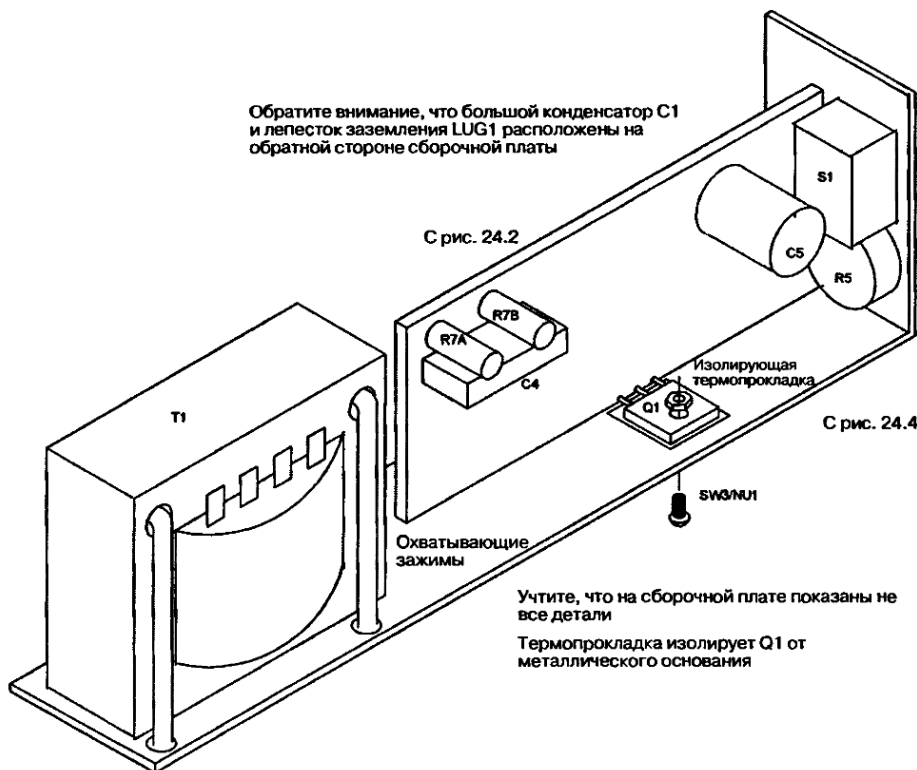

Рис. 24.6. Чертеж собранного устройства в изометрии без установки в корпус
6. Установите компоненты на основании, как показано на рис. 24.6, используя охватывающий зажим TUE1 для фиксации T1. Обратите внимание на установку Q1 к корпусу устройства с использованием термопрокладки и нейлонового винта. Крупногабаритный конденсатор C1 устанавливается за сборочной платой так, что его сторона заземления присоединена к лепестку общего заземления LUG1.